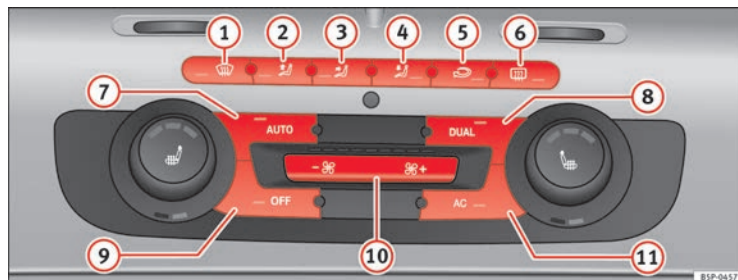

Fig. 112 Mandos del 2C-Climatronic en el tablero de instrumentos.
- Para activar el modo manual pulse una de las teclas ⇒ página 160, fig. 112 (1) al (5), o pulse las teclas de la turbina (8). La función seleccionada aparecerá en el display de la radio o del navegador.
- Pulse la tecla  ⇒ **página 160, fig. 112 2** para conectar o desconectar la recirculación de aire. Está conectada si en el display aparece el símbolo .